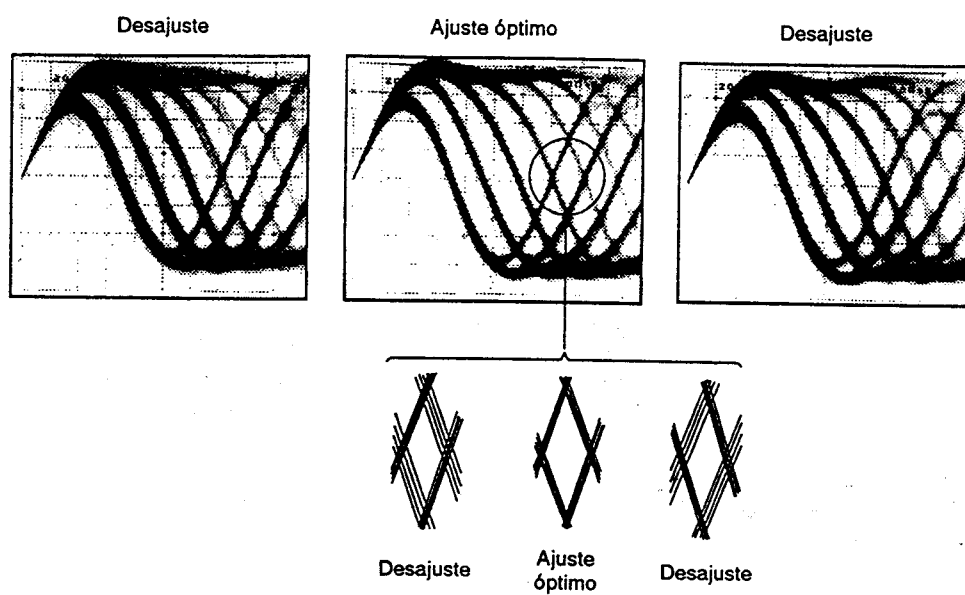

Figura 3 Patron optico
3. A continuación, ajuste el tornillo de ajuste de inclinación tangencial con un destornillador Phillips hasta que el patrón ocular (la forma de diamante del centro de la señal de RF) pueda verse con la mayor claridad (figura 3).